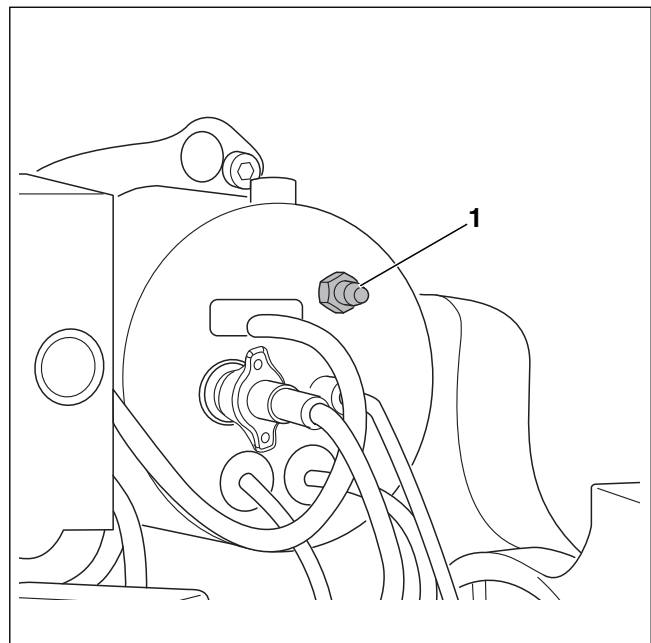

Bild 35 Messstelle für den statischen Gebläsedruck
- Messgerät für statischen Gebläsedruck an die Druckmessdüse (→ Bild 35, [1]) anschließen.